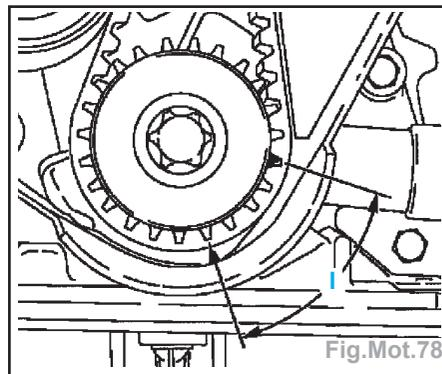

Fig.Mot.78
- Positionner le vilebrequin à 60° (cote I) avant le PMH d'allumage cylindre 1 (Fig.Mot.78).